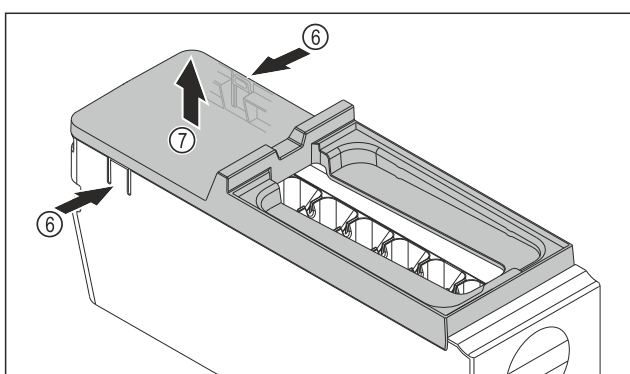

Fig. 91
- Ta bort skyddet på EasyTwist-Ice-enheten: Tryck på skenorna Fig. 91 (6) på båda sidor av EasyTwist-Ice-enheten med en hand.
- Ta bort skyddet Fig. 91 (7) uppåt med andra handen.